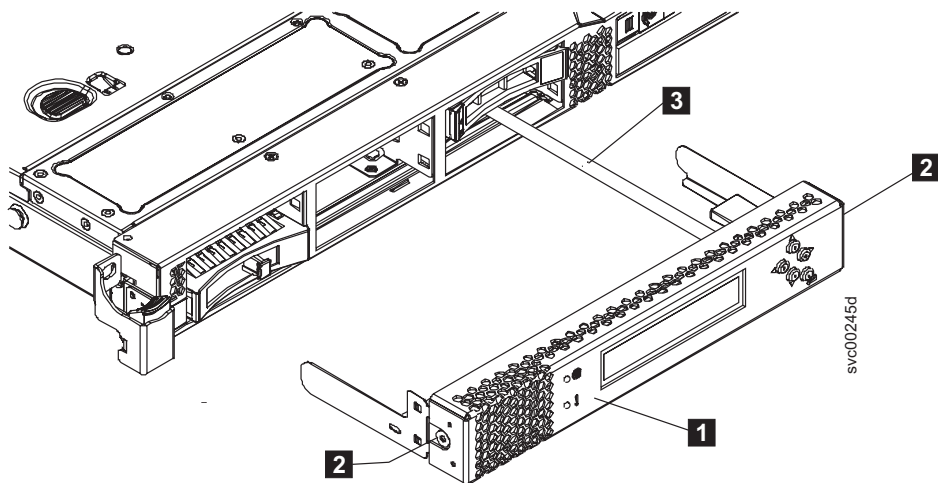

図 77. USB ケーブルが取り付けられた SAN ボリューム・コントローラー 2145-CF8 のサービス・コントローラー
7. 両方の解放ボタン (図 77 の **2**) をそっと押し、キャッチをサービス・コントローラーの前方に向けて静かに引きながら、キャッチを解放します。